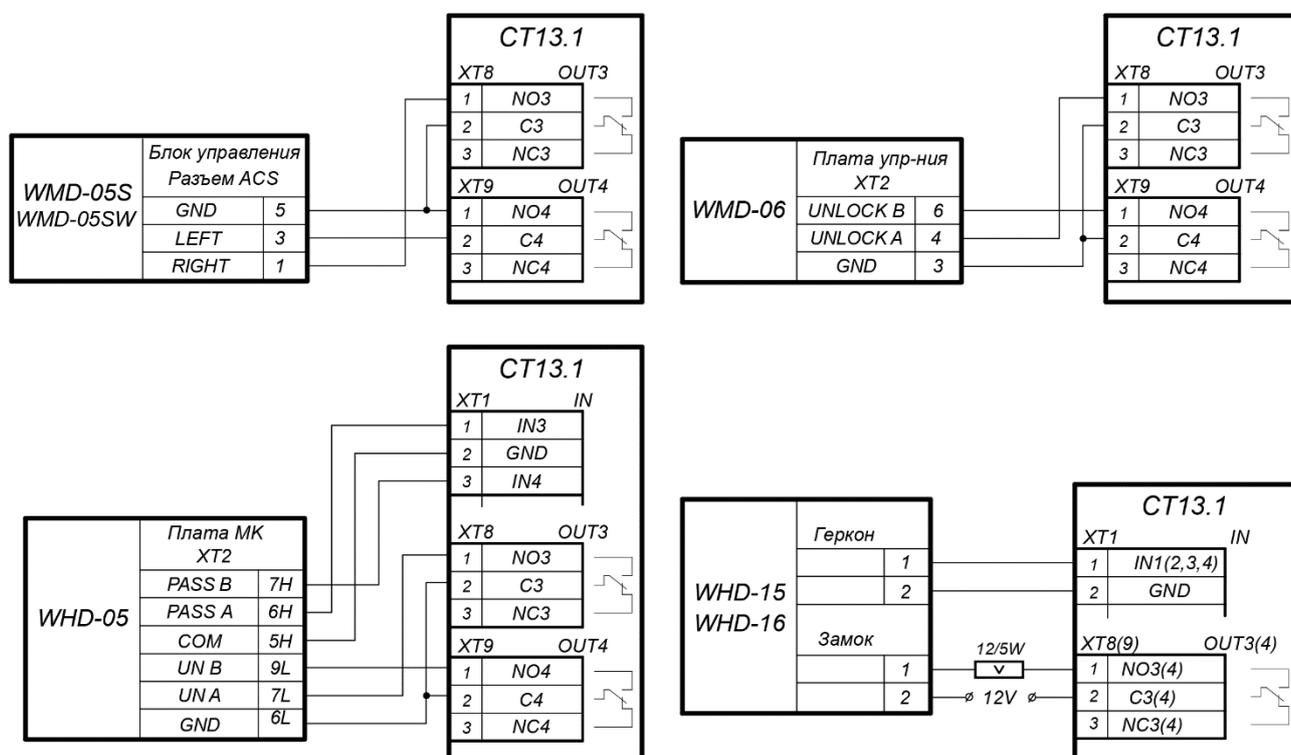

Рисунок 19. Схемы подключений калиток
2. Дополнительный турникет или калитка (ИУ №2) подключается к клеммным колодкам **XT1**, **XT8**, **XT9** нижней платы контроллера в соответствии со схемой для данного типа изделия (см. рис. 19, 18).